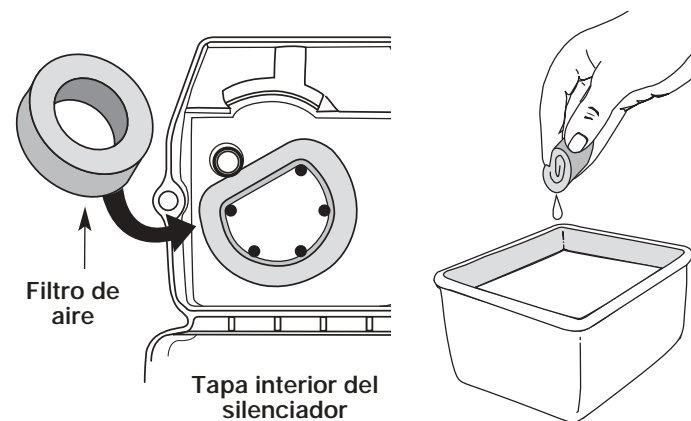

Figure 22
2. Gire la tapa y ubique el filtro de aire adentro. Saque el filtro de aire de adentro de la tapa del filtro de aire / silenciador (Fig. 22)